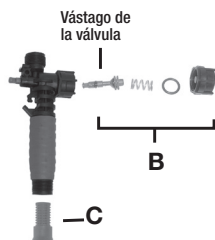

Figura 3
3) Retire la tuerca de retención (con el anillo "O" incorporado), el resorte y el vástago de la válvula (B) (Figura 3). Reemplace las partes desgastadas. Lubrique los anillos "O" y vuelva a armar siguiendo los pasos anteriores, pero a la inversa. Coloque la hendidura de la manija en el área ranurada del vástago de la válvula y asegúrese de que el broche sujetador esté en la posición correcta (consulte la sección "Información útil acerca de la pulverización"). Inserte la clavija de retención. Presione la manija hacia abajo varias veces para distribuir el lubricante de manera uniforme. Revise el filtro (C) en el extremo de la válvula de cierre para detectar residuos. Retire el filtro y enjuáguelo con agua para limpiarlo.